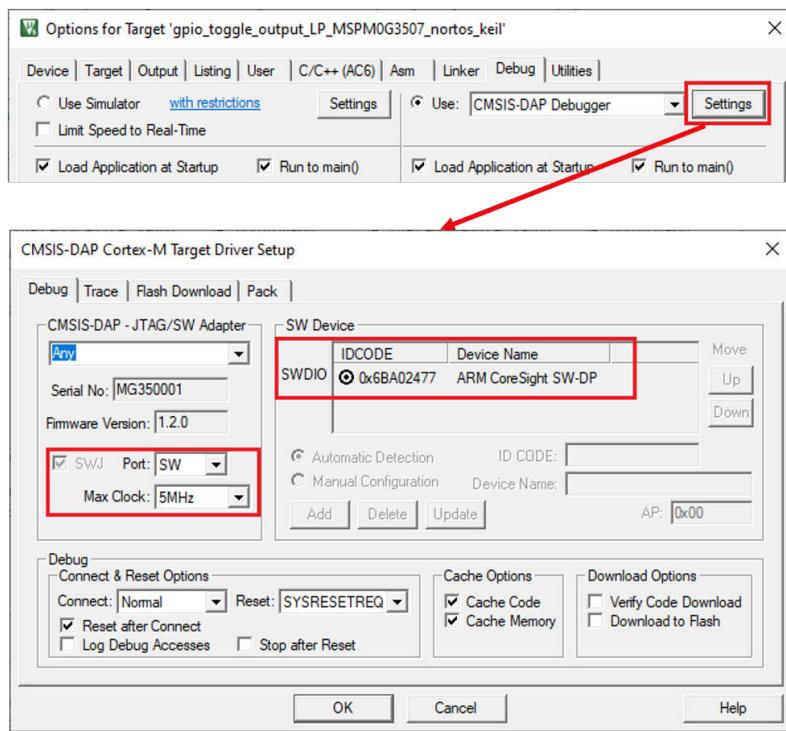
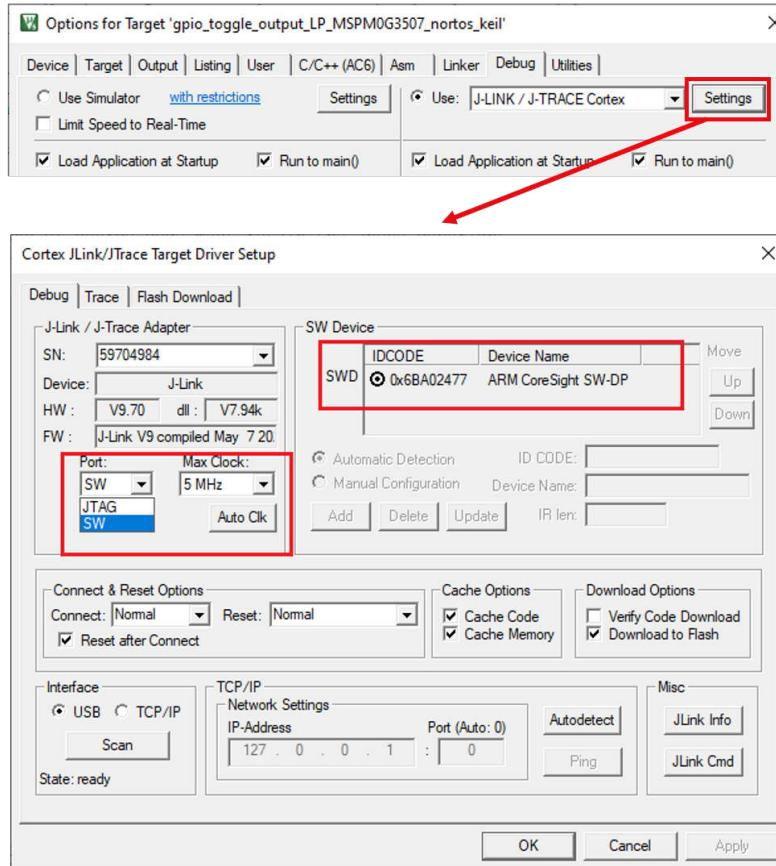

图 3-48. 检查 XDS110 探针的设置
图 3-49. 检查 J-Link 探针的设置
3. 点击 *Settings* 按钮。在 *Debug* 选项卡上，确保设置与图 3-48 和图 3-49 匹配。